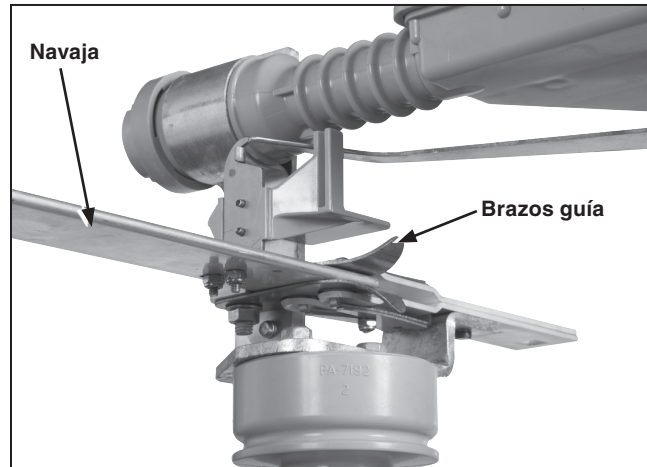

Figura 30. Navaja y ensamble de los contactos en la posición completamente Cerrada.
- Mientras la palanca operativa esté en la posición lo más alejada posible en la dirección de cierre, todos los contactos del seccionador interruptor deben quedar en la posición completamente **Cerrada**. Ver Figura 30.
Verifique las navajas del interruptor para asegurarse que las tres fases estén cerradas. Ver Figura 30 en la página 30.